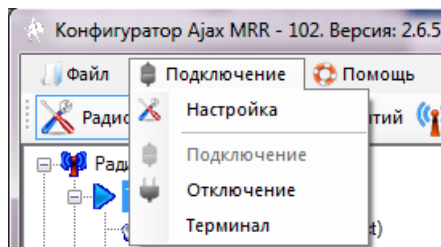

РИС. 9. Меню «Подключение»
5.2. Меню «Подключение» (РИС. 9) позволяет: